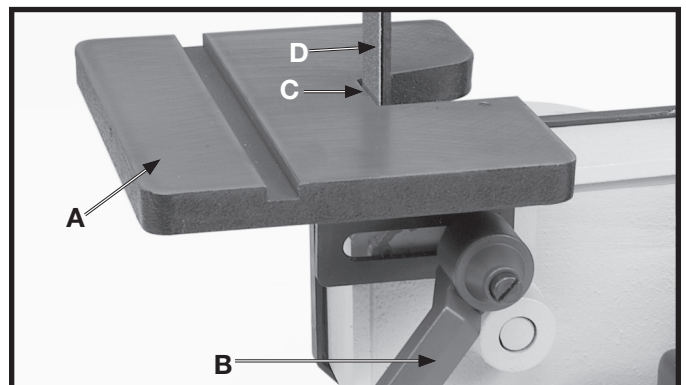

Fig. 25
La table pour ponceuse à bande abrasive (A) fig. 25, s'incline ou se déplace vers l'intérieur ou l'extérieur en desserrant la poignée de blocage (B). Déplacer la table à la position souhaitée puis serrer la poignée de blocage (B). **REMARQUE :** la poignée de blocage (B) est à ressort et se déplace en retirant la poignée et en la repositionnant sur le goujon à crans d'arrêt situé directement sous la poignée.
⚠ AVERTISSEMENT pour éviter de coincer la pièce ou les doigts entre la table et la bande abrasive, positionner le bord de la table (C) fig. 25, à un maximum de 1,6 mm (1/16 po) de la bande abrasive (D) comme indiqué.